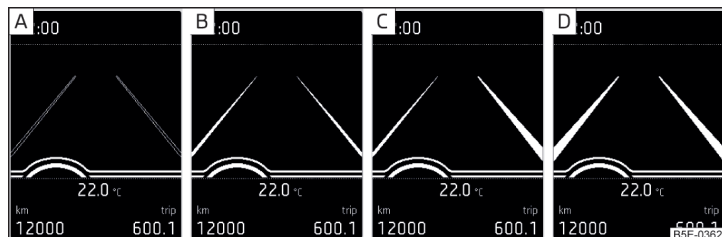
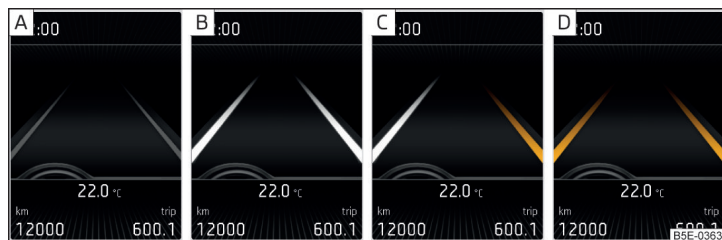

Fig. 283 Pantalla monocromática del cuadro de instrumentos combinado: ejemplos de las indicaciones del sistema
Fig. 284 Pantalla de color del cuadro de instrumentos combinado: ejemplos de las indicaciones del sistema
**Indicaciones del sistema** » fig. 283 y » fig. 284